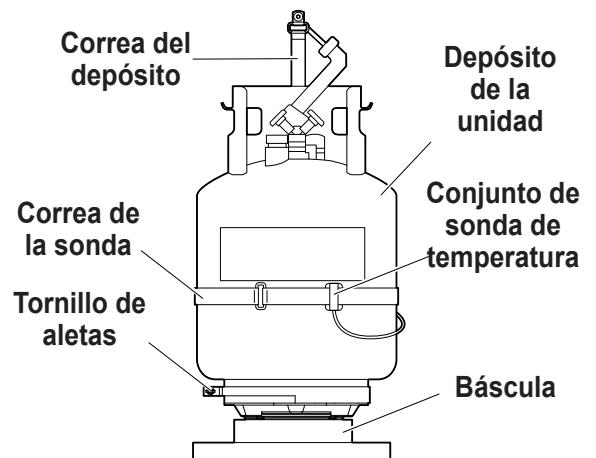

Figura 1
2. Coloque el depósito sobre la báscula como se muestra en la Figura 1. Apriete el tornillo de aletas de la báscula.
3. Haga un bucle con la correa de retención del depósito a través de la manija del depósito y asegure el broche nuevamente al aro de la correa. Consulte la Figura 1.
7. Retire el conjunto y la correa de la sonda de temperatura de su empaque e instale en el depósito. La unidad no funcionará correctamente sin la sonda de temperatura del depósito. Consulte la Figura 1 para ver la posición correcta de la sonda.